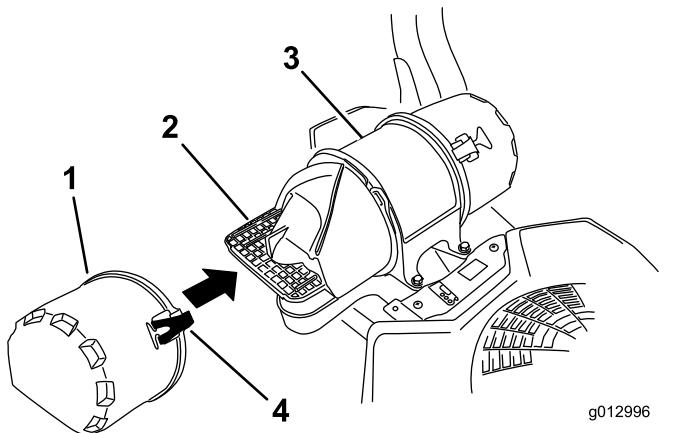

Bild 31
3. Lösen Sie die Riegel am Luftfilter und ziehen Sie die Lufteinlassabdeckung vom Luftfiltergehäuse ab (Bild 31).
5. Montieren Sie die Lufteinlassabdeckung und befestigen Sie diese mit den Laschen (Bild 31).
4. Montieren Sie die Luftfilter Abdeckung und befestigen Sie diese mit den Laschen (Bild 31).